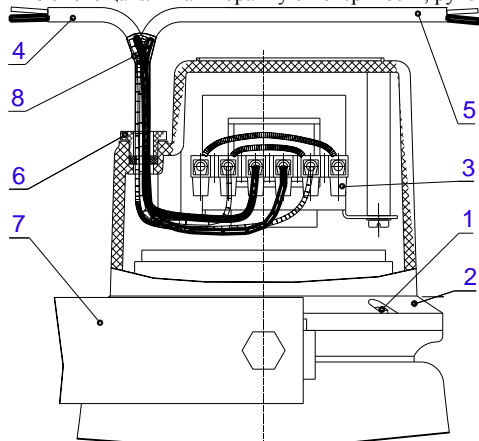
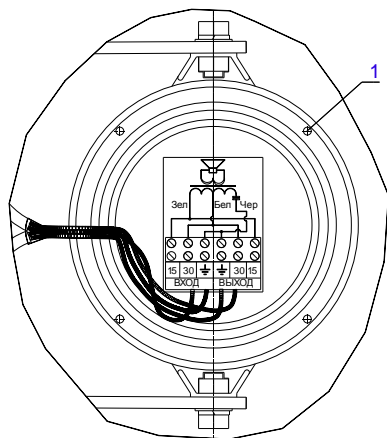
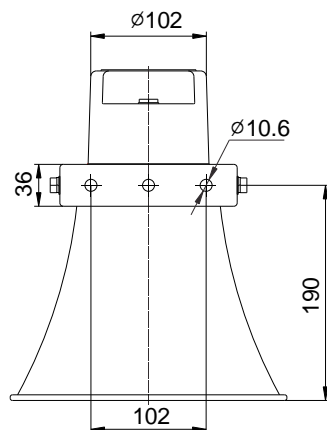

Рис.1
Рис.2
Рис.3
1. Открутите четыре винта (1) и снимите крышку оповещателя (2), **рис.1**.
2. Подготовьте провода входной линии оповещения (4) и выходной линии (5). Рекомендуемые провода для подключения оповещателя: ШВВП 2х0,5 или аналогичные. Для этого разделайте провода на отдельные проводники, сняв внешнюю изоляцию длиной 10 см. Скрепите проводники между собой.
3. Наденьте термоусадочную трубку (8) на четыре проводника так, чтобы получить максимально круглое сечение и 1/3 ее части была надета на общую изоляцию. Нагрейте термоусадочную трубку для ее усадки и обжатия проводов.
4. Открутите гайку гермоввода (6). Через нее и отверстие в крышке оповещателя введите проводники таким образом, чтобы общая изоляция проводов прошла через резиновый уплотнитель. Закрутите гайку гермоввода.
5. Подключите проводники входной и выходной линии оповещения к колодке подключения (3), **рис.2**, руководствуясь выбранной мощностью.
6. По окончании подключения наденьте крышку (2) и закрутите винты (1).
7. Установите оповещатель на выбранную поверхность, руководствуясь данными **рис.3**.